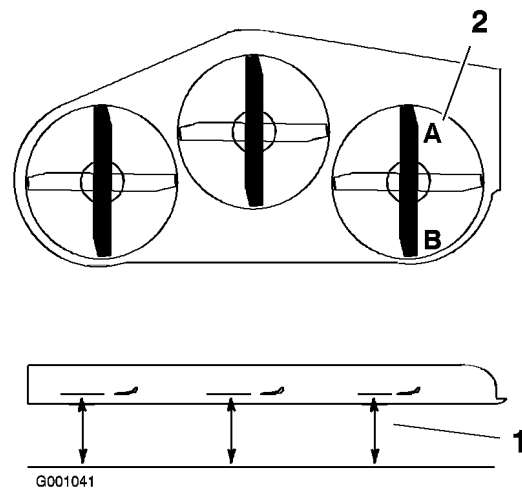

Figura 74
1. Disponete la lama destra in posizione longitudinale rispetto alla macchina (Figura 74).
2. Misurate la lama destra al punto **A** da una superficie piana fino al tagliente della punta della lama (Figura 74).
4. Misurate la lama destra al punto **B** da una superficie piana fino al tagliente della punta della lama (Figura 74).
6. La lama del tosaerba deve risultare da 6 a 10 mm inferiore al punto **A** rispetto al punto **B** (Figura 74). In caso contrario eseguite la seguente operazione.